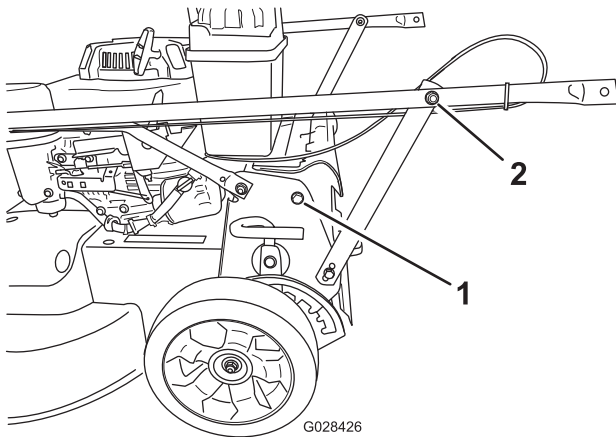

Bild 4
1. Entfernen Sie die zwei Schrauben vom Maschinenrahmen, wie in Bild 4 abgebildet.